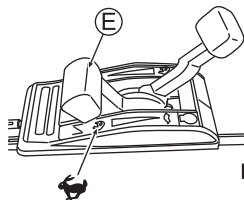

Fig. 16
2 Coloque a alavanca do acelerador (E) em " " para começar a cortar. (Veja a fig. 16)